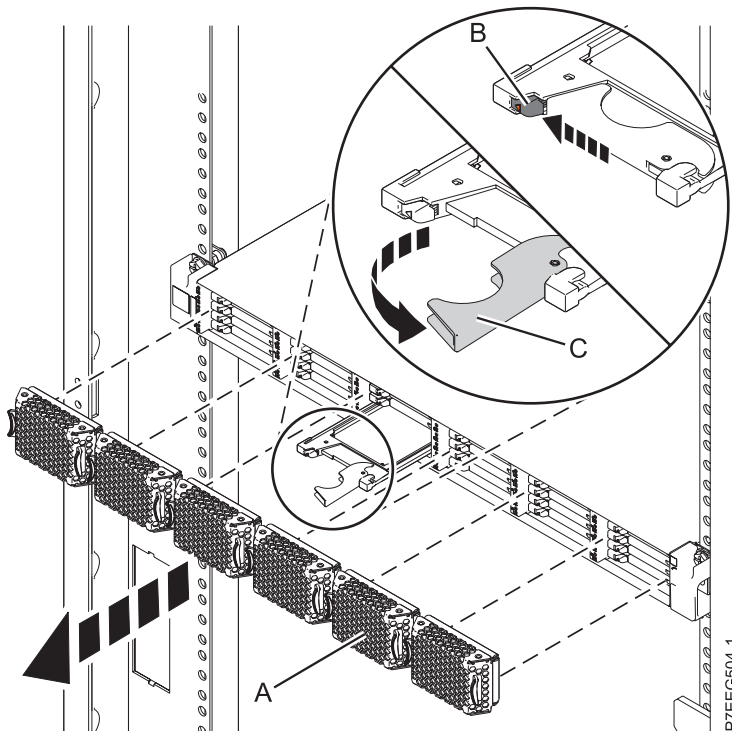

Figure 25. Retrait de l'unité SSD du Boîtier de stockage PCIe 58/88
1. Retirez le panneau (A) qui couvre l'emplacement contenant l'unité SSD. Pour plus d'informations, voir figure 25.
2. Poussez doucement le taquet de déverrouillage (B) pour déverrouiller la poignée de l'unité.
3. Saisissez la poignée (C) et tirez partiellement l'unité hors de l'emplacement.